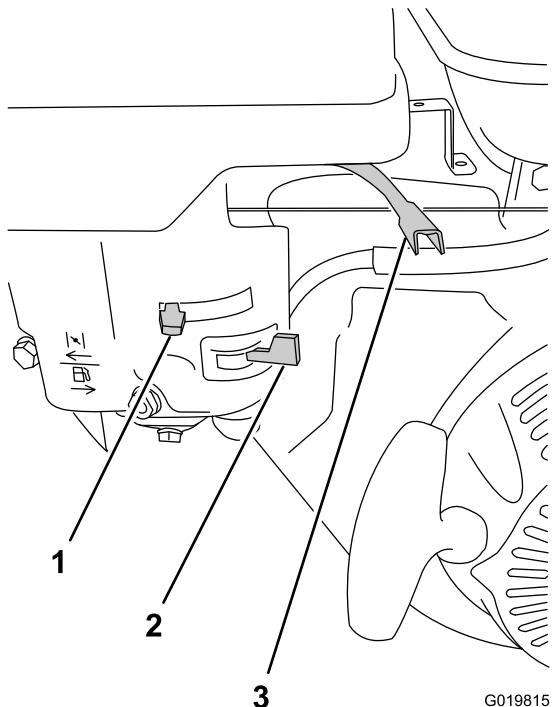

Figure 29
2. Sur le moteur, éloignez la commande d'accélérateur de la position Min et déplacez-la du tiers de sa course vers la position Max (Figure 29); voir Commande d'accélérateur \(page 11\).
3. Tournez le robinet d'arrivée de carburant complètement à droite en position ouverte (Figure 29); voir Robinet d'arrivée de carburant \(page 11\).
- Pour démarrer le moteur s'il est froid, déplacez la commande de starter complètement vers la gauche, en position fermée (Figure 29); voir Commande de starter \(page 11\).
5. Tournez la commande du moteur à la position Marche (Figure 29); voir Commande Marche/Arrêt du moteur \(page 11\).
1. Vérifiez que la commande de starter est à la position hors service (Figure 29); voir Commande de starter \(page 11\).
2. Réglez la commande d'accélérateur à la position Min (Figure 29); voir Commande d'accélérateur \(page 11\).